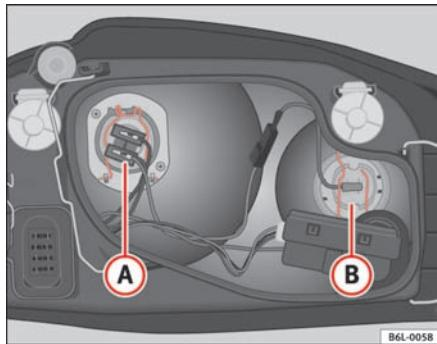

Fig. 143 Lámpara luz de cruce
- Extraiga el conector del cable de la lámpara A ⇒ fig. 143